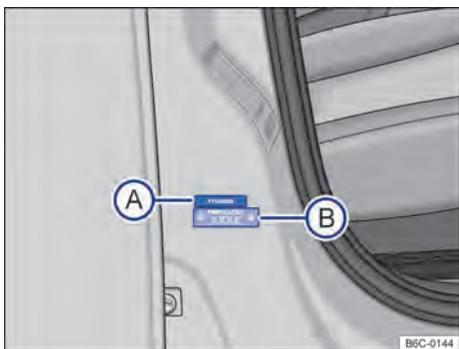

Fig. 170 Na coluna da porta dianteira direita: etiqueta com número de identificação do veículo parcial (A) e etiqueta do ano de fabricação (B).
As etiquetas com o número de identificação do veículo parcial estão localizadas na coluna da porta dianteira direita → Fig. 170 (A) e na coluna da suspensão esquerda. Estas etiquetas são destruídas ao serem removidas. Para chegar ao número de identificação do veículo parcial na coluna da suspensão esquerda, abrir a tampa do compartimento do motor ⚠ → Página 192.
A etiqueta com o número de identificação do ano de fabricação está localizada na coluna da porta dianteira direita → Fig. 170 (B). Esta etiqueta é destruída ao ser removida.